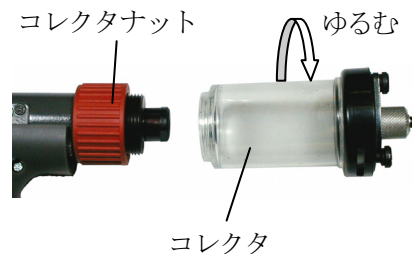

図7-5
- （2）コレクタを外してください。外し方は、コレクタナットを手で保持して、コレクタを左にまわして外します。（図7-5）